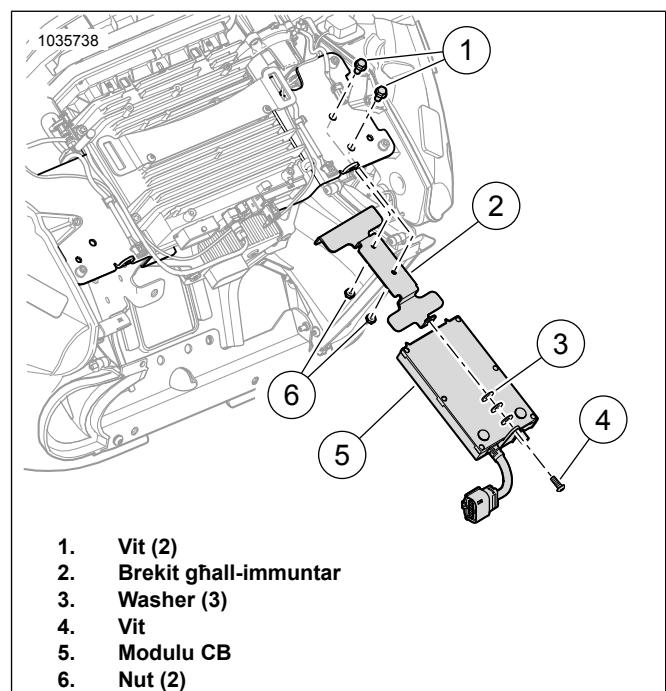

Figura 4. Installa l-modulu CB: Fairing Immuntat fuq Qafas
1. Ara Figura 4 . Installa l-brekit ghall-immuntar (2).
2. Installa l-viti (1) u l-iskorfini (6). Issikka.